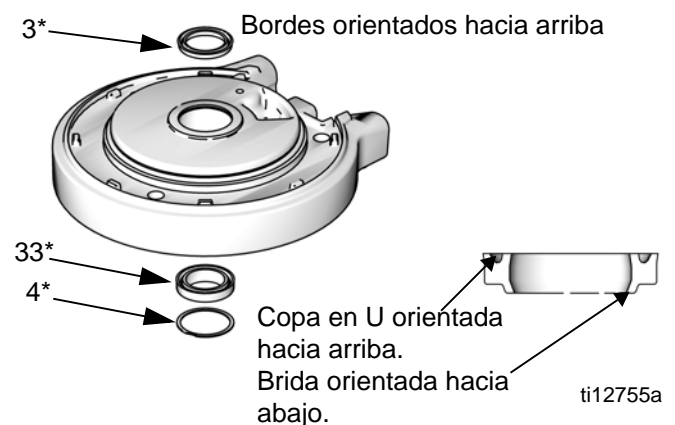

Fig. 7. Instalación del retén en U del motor neumático
1. Lubrique e instale la junta tórica (9*) en la cubierta superior (13).
2. **24G787 solamente:** Instale el amortiguador superior (29) en la cubierta superior (13).
3. Lubrique el interior del cilindro (11). Baje el cilindro (11) a la cubierta superior (13).
4. Lubrique e instale la junta tórica (8*) alrededor del pistón (5). Lubrique las empaquetaduras.
5. Deslice el conjunto del pistón (5) hacia abajo adentro del cilindro (11). Asegúrese de que la junta tórica (9*) permanezca en su lugar.
6. Consulte FIG. 7. Lubrique e instale una junta de copa en U con brida (33*) nueva en la parte inferior del cojinete de la cubierta inferior (1). La copa en U debe estar orientada hacia arriba y la brida hacia abajo. Lubrique e instale una junta de copa en U (3*) nueva en la parte superior del cojinete. Los labios deben estar hacia arriba. Instale el anillo de retención (4*).
- ① El apriete varía según el tamaño de motor: Modelo 24G785: 11-13 pie-lb (15-18 N•m) Modelos 24G786, 24G787, 24R015, 24R491: 34-40 N•m (25-30 pie-lb)
- ② Aplique grasa a base de bentona NLGI Nro. 1 como lubricante.
- ③ Copa en U orientada hacia arriba. Brida (junta inferior solamente) orientada hacia abajo. Ver FIG. 7, página 12.
- ④ Apriete a 11-12 N•m (95-105 pulg-lb).
- ⑤ Aplique lubricante sanitario apropiado.
- ⑥ Aplique sellador de tuberías (modelos 24R015, 24R491 y 24W754) o lubricante (modelos 24G785, 24G786 y 24G787).
- ⑦ Apriete a 41-47 N•m (30-35 pulg-lb). ⑧ Apriete hasta encajarlo.